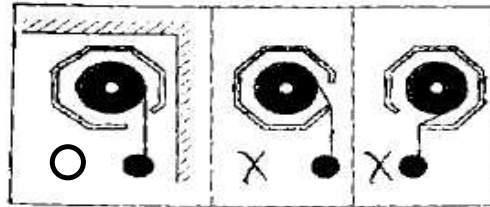

図 5
1. スクリーンはストラップまたはハンドルで垂直方向に引き下げてください。スクリーンそのものを持たないようにしてください(スクリーンを傷つける可能性があります。また、保証の対象外となります)。(図 5)